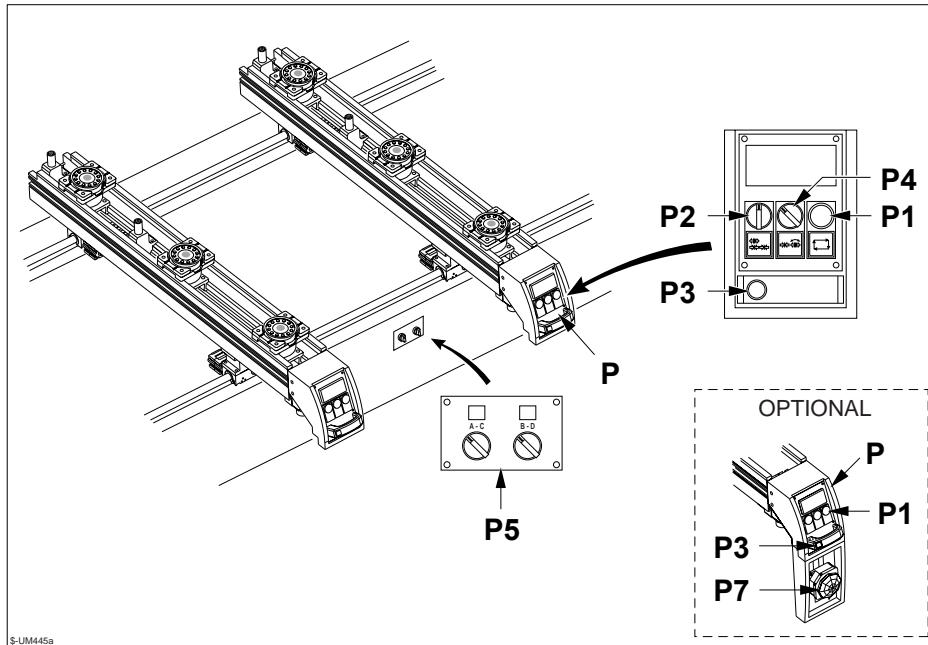

Fig. 6.4.2b
- tenendo ben appoggiato il pannello contro le battute, attivare e disattivare, a seconda della pulsantiera montata sulla macchina, il selettore P2 o il pulsantone P7 (Fig. 6.4.2b) in modo che le ventose trattengano il pannello